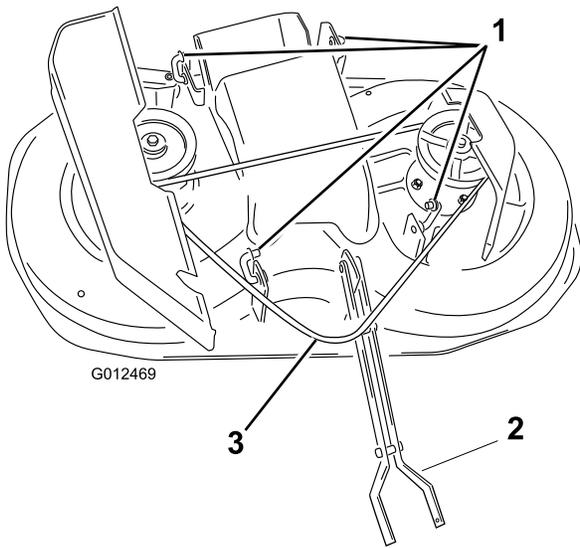

Figura 40
- Retire la correa de la polea del embrague (Figura 40).
11. Retire las chavetas de los 4 enganches traseros y retire los enganches del tractor (Figura 40).
Nota: Puede dejar los enganches instalados en el cortacésped, según se indica en Figura 40.